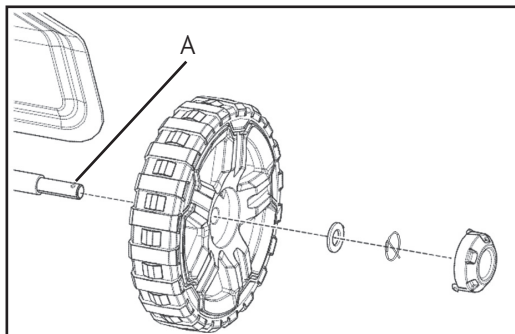

Рис. 2
- Для удобства вспашки можно регулировать положение транспортировочных колес, перемещая их (рис. 2) из положения А в положение В.